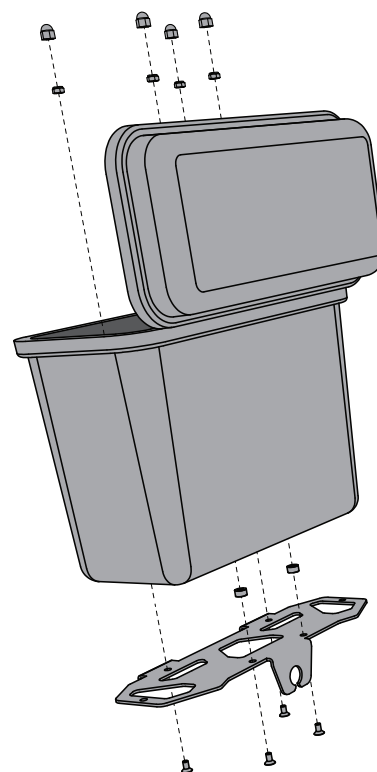

图 11. 将快速释放底座安装至防水箱
2. 如图 11 所示, 使用四个 20 毫米螺丝、两个隔套 (位于底座和箱体之间) 和四个尼龙自锁螺母将快速释放底座安装至防水箱。将螺丝拧紧至 11.0 牛米 (8.1 英尺磅)。